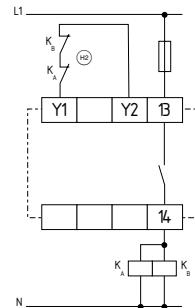

Abb. 15
**Zweikanalige Ansteuerung mit Rückführkreis (siehe Abb. 15)**